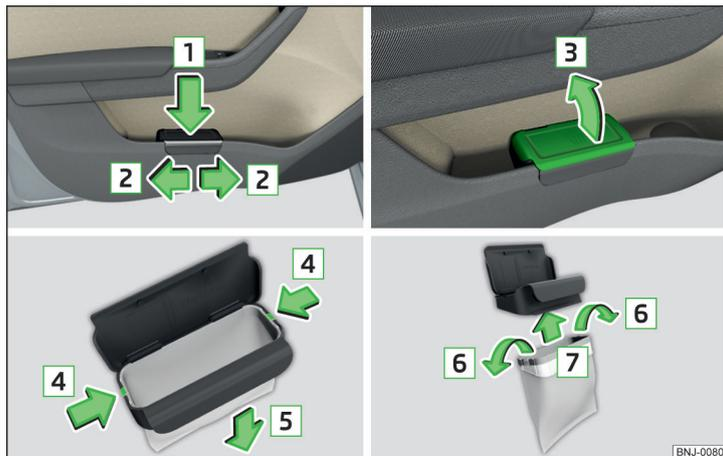

Abb. 76 Abfallbehälter: einsetzen und verschieben / öffnen / Beutel einsetzen
- Den Abfallbehälter im hinteren Bereich in Pfeilrichtung **1** » Abb. 76 eindrücken.
- Den Abfallbehälter entgegen der Pfeilrichtung **1** » Abb. 76 herausnehmen.
- Den Deckel in Pfeilrichtung **3** » Abb. 76 anheben.
- Die beiden Rastnasen am Rahmen in Pfeilrichtung **4** » Abb. 76 abdrücken.